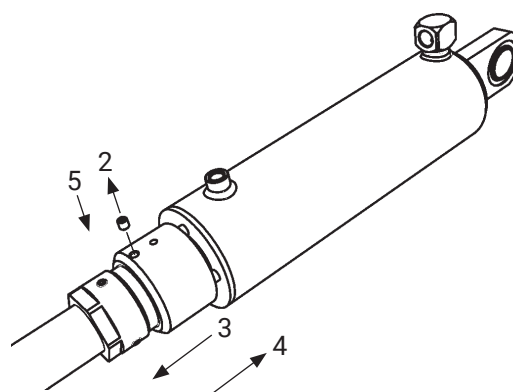

Bild 45. Anslag och dess låsskruv
2. Lossa anslagets låsskruv (2). Skruva anslaget helt tillbaka i riktning mot plattformen (3). Bild 45.
4. Justera anslaget helt mot cylinderns topp (4). Bild 45.